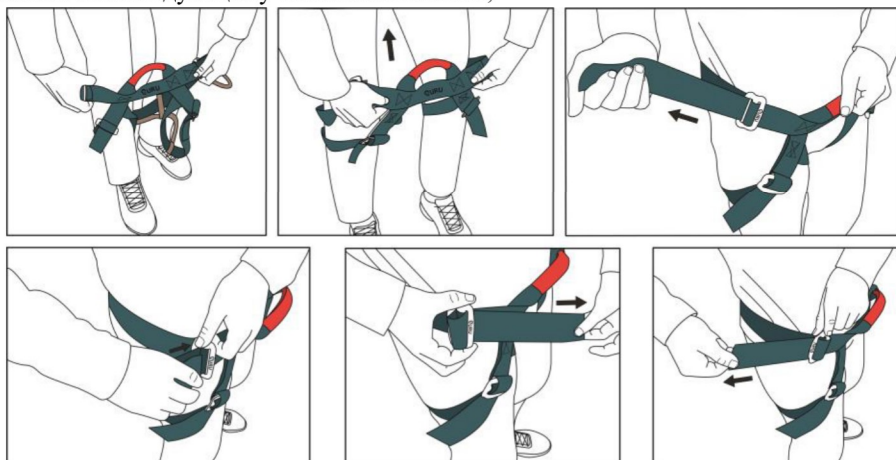
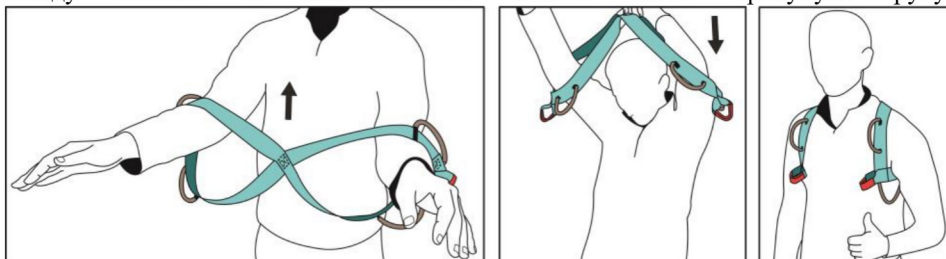

Рисунок 5. Надевание нижней обвязки Класса С
Рисунок 6. Надевание грудной обвязки Класса D
- наденьте обвязку и отрегулируйте ее положение при помощи элементов регулировки. Силовые элементы крепления обвязки должны располагаться спереди по центру либо (для верхних обвязок) равноудаленно от центра симметрии пользователя (см. рисунок 5 и рисунок 6);